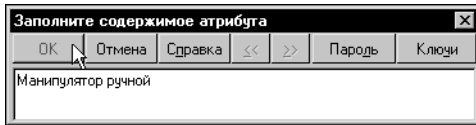

Рис. 46.15. Ввод значения атрибута
9. В появившемся на экране диалоге **Заполните содержимое атрибута** введите *Манипулятор ручной* и нажмите кнопку **ОК** (рис. 46.15).